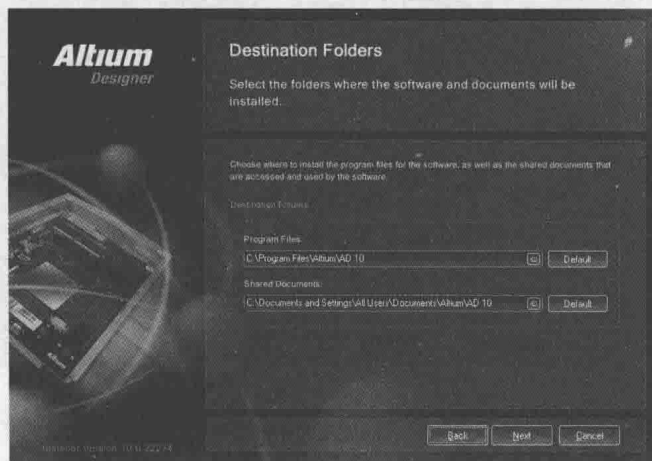

图 1-6 安装路径选择界面
4) 单击 Next 按钮, 进入安装路径选择界面, 如图 1-6 所示。默认的程序安装路径是 C:\Program